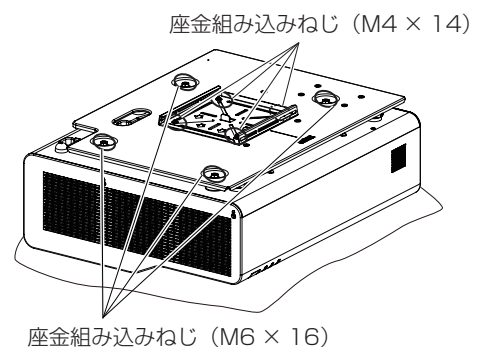

図 2
- 7) 取付用ベース金具セットをプロジェクターに固定している座金組み込みねじ (M6×16) 4 本を取り外す (図 2)
- 8) 取付用ベース金具セット上の座金組み込みねじ (M4×14) 4 本を取り外して、取付用ベース金具と連結プレートに分離する (図 2)